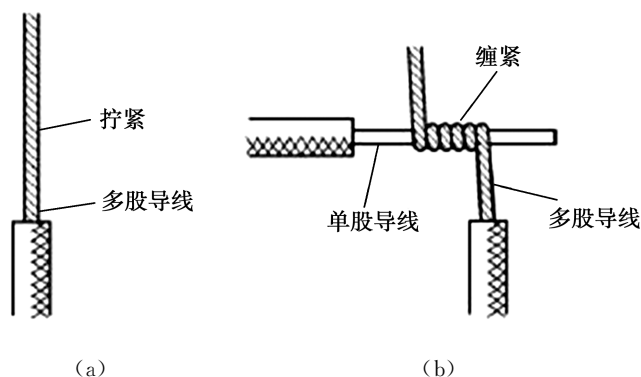

图 2-24 单股铜导线与多股铜导线的连接方法
单股铜导线与多股铜导线的连接方法如图 2-24 所示。
a. 将多股导线的芯线绞合拧紧成单股状,如图 2-24(a)所示。
b. 将其紧密缠绕在单股导线的芯线上 5~8 圈,最后将单股芯线线头折回并压紧在缠绕部位即可,如图 2-24(b)所示。